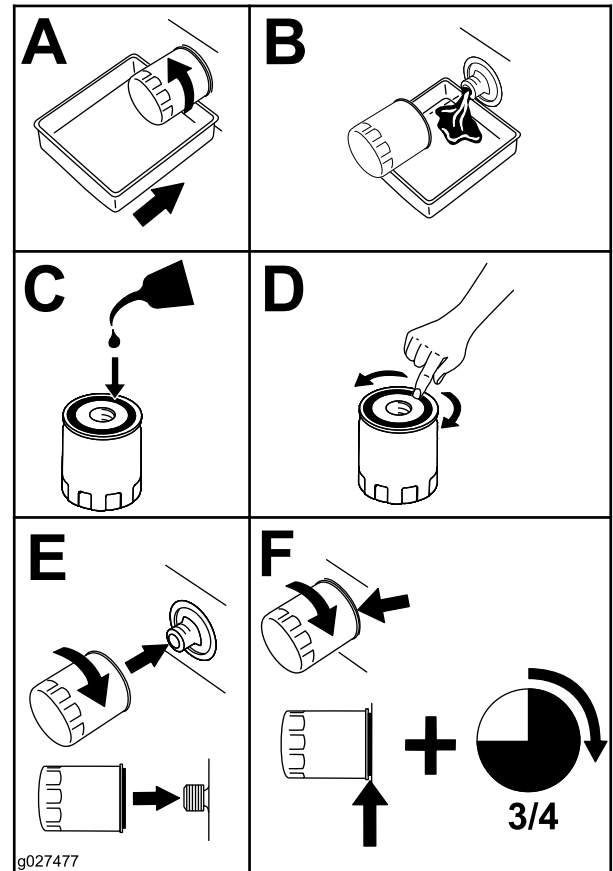

**Figure 44**
3. Localisez le filtre et ses protections sur chaque transmission à boîte-pont (Figure 44). Retirez les trois vis qui fixent la protection du filtre et déposez la protection.
4. Veillez à retirer les bouchons d'aération avant d'ajouter de l'huile (Figure 44).